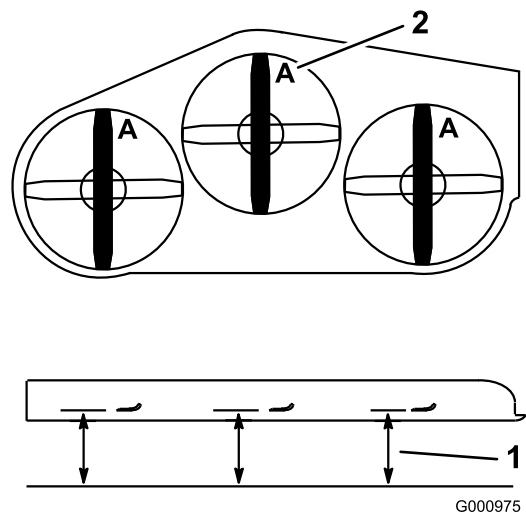

Figure 91
3. Tournez les lames dans le sens longitudinal (Figure 91). Mesurez la distance entre la surface plane et le tranchant (position **A**) des lames (Figure 91). Notez cette valeur.